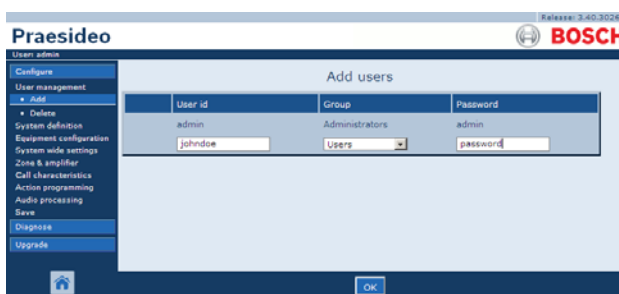

рисунок 42.3: Добавление пользователя, шаги 2 - 4
- 2 Введите имя пользователя для нового пользователя в поле *User id*. Имя может содержать до 16 символов. Например, *johndoe* (см. рисунок 42.3).
- Введите пароль для нового пользователя в поле *Password*. Пароль может содержать до 16 символов. Например, *password* (см. рисунок 42.3).